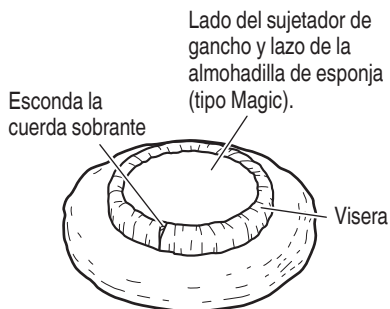

Fig. 5
- (1) Presione el pasador de bloqueo para asegurar el husillo, y Apriete la almohadilla de respaldo girando la circunferencia exterior.
- (2) Envuelva la almohadilla de esponja (tipo Magic) (accesorio opcional) con la protección de la cubierta de lana (accesorio opcional), y asegúrela firmemente atando una cuerda alrededor. Compruebe que el extremo de la cuerda quede firmemente encerrada dentro de la cubierta de lana para evitar que ondee durante la pulimentación. El ajuste desequilibrado de la cubierta de lana puede producir vibración. (Fig.5)
- (3) Envuelva la almohadilla de caucho con la visera de la cubierta de lana y asegúrela firmemente atando una cuerda a su alrededor. Cerchiórese de insertar firmemente la cuerda en el interior de la cubierta de lana para evitar que se salga durante el pulido. La fijación desequilibrada de la cubierta de lana podría causar vibraciones.
- (4) Para quitar la cubierta de lana, realice el proceso mencionado arriba en orden inverso.